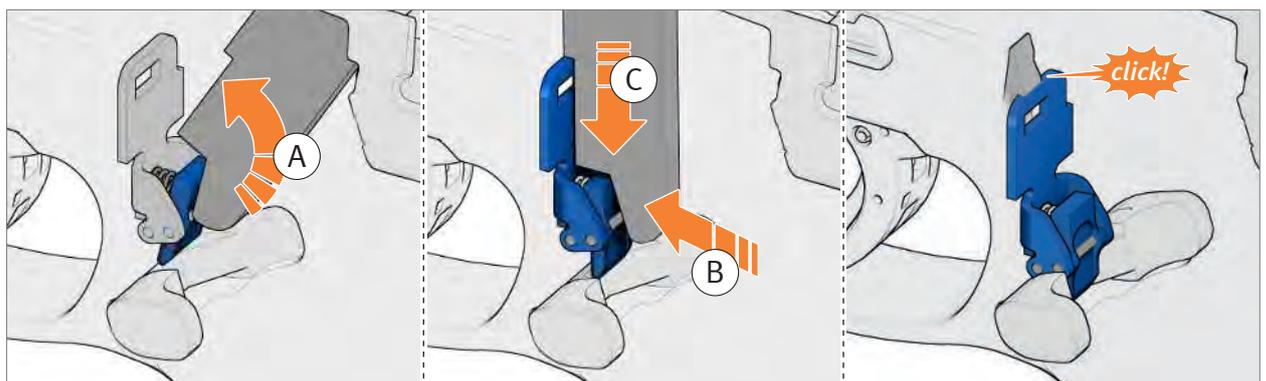

Abb. 32: Magazinhalter einrasten
4. Raststück am Magazinhalter mit dem Werkzeug drücken und halten (Abb. 32).
5. Magazinhalter nach unten schieben bis der Magazinhalter einrastet (Abb. 32).